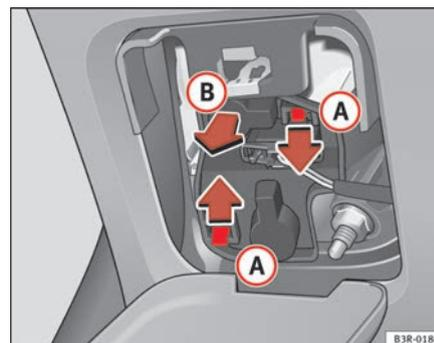

Fig. 216 Desmontar o porta-lâmpadas
- Faça pressão sobre as linguetas **A** ⇒ página 279, fig. 216 no sentido das setas e extraia o porta-lâmpadas puxando no sentido indica pela seta **B**.